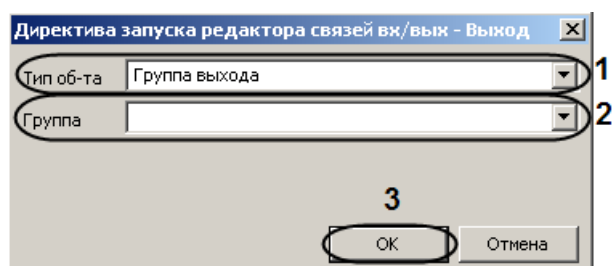

Рис. 3.6—26 Задание левой части правила инициализации
- 2.1 Выбрать тип, к которому принадлежит объект левой части правила, из раскрывающегося списка **Тип об-та** (см. Рис. 3.6—26, 1).